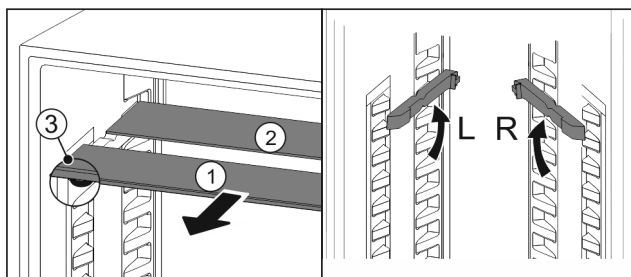

Fig. 69
- ▶ Extrageți Fig. 69 (1) pe rând plăcile de sticlă spre înainte.
- ▷ Placa de sticlă Fig. 69 (1) cu șipca decorativă se află în față.
- ▷ Opritoarele Fig. 69 (3) indică în jos.